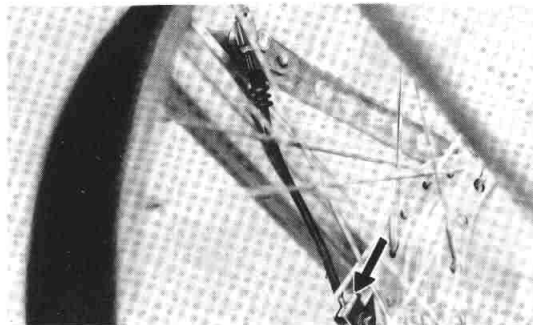

Fig. 5-2-2
2. Disconnect the brake cable at the front brake camshaft lever plate. (Fig. 5-2-2)
2. Détachez le câble de frein au levier de frein (Fig. 5-2-2).